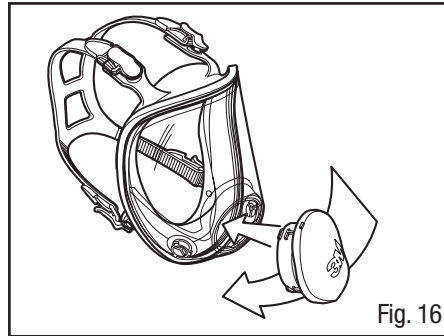

Fig. 16
2. Faire glisser l'adaptateur dans l'orifice de la lentille (Fig. 16).
4. Installer à nouveau l'adaptateur central dans la lentille du masque (Fig. 16).
- Installer l'ensemble adaptateur central (Fig. 16).